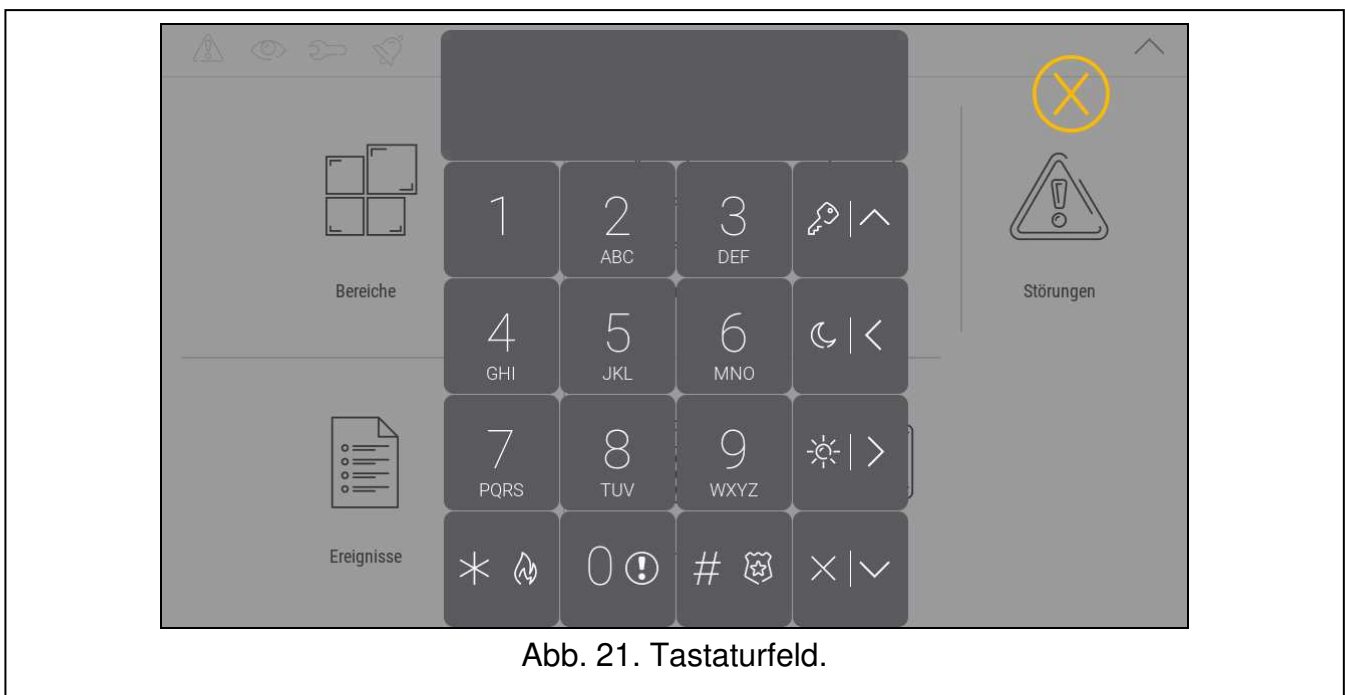

Abb. 19. Bildschirmtastatur.
2. Wischen Sie den Bildschirm nach oben. Es wird die Tastatur angezeigt (Abb. 19).